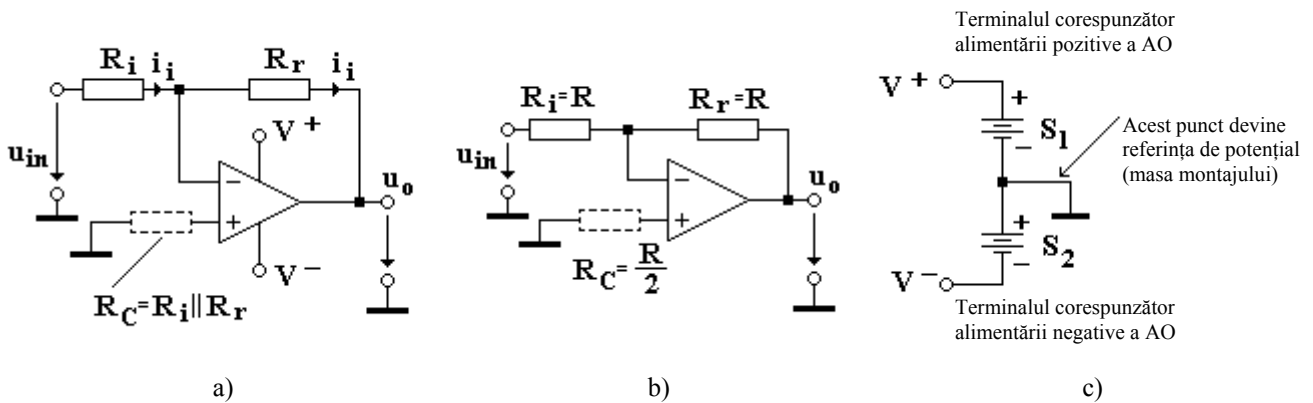

Fig. 1. Circuitul inversor. (a) schema amplificatorului inversor. (b) schema repetorului inversor. (c) alimentarea circuitului.
- **schema de principiu:** amplificatorul inversor - fig. 1, a iar repetorul inversor - fig. 1, b.
- **alimentarea AO și a circuitului:** sursă dublă, valorile uzuale fiind de +15V și -15V (fig. 1, c).